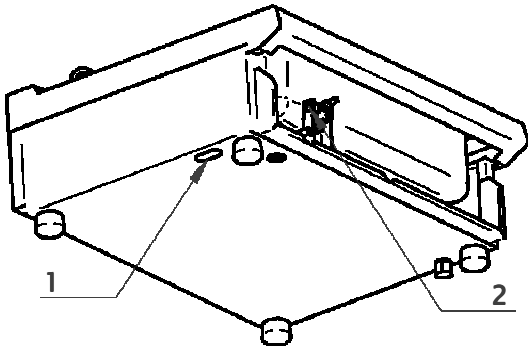

Fig. 4: Aansluiting voor watertoevoer
De aansluiting op de waterinstallatie moet volgens de geldende voorschriften worden uitgevoerd. Bij de tafelversie moet de waterinstallatie tot vlak bij het toevoerventiel worden aangelegd. (zie fig. 4 – p. 3). Verwijder de draaiknoppen, de hendel van het afvoerventiel en het bedieningspaneel. Steek de slang door de opening (1) linksonder en koppel de slang op het toevoerventiel (2) aan. We raden aan om een flexibele slang te gebruiken die bestand is tegen een temperatuur van ten minste 90°C.